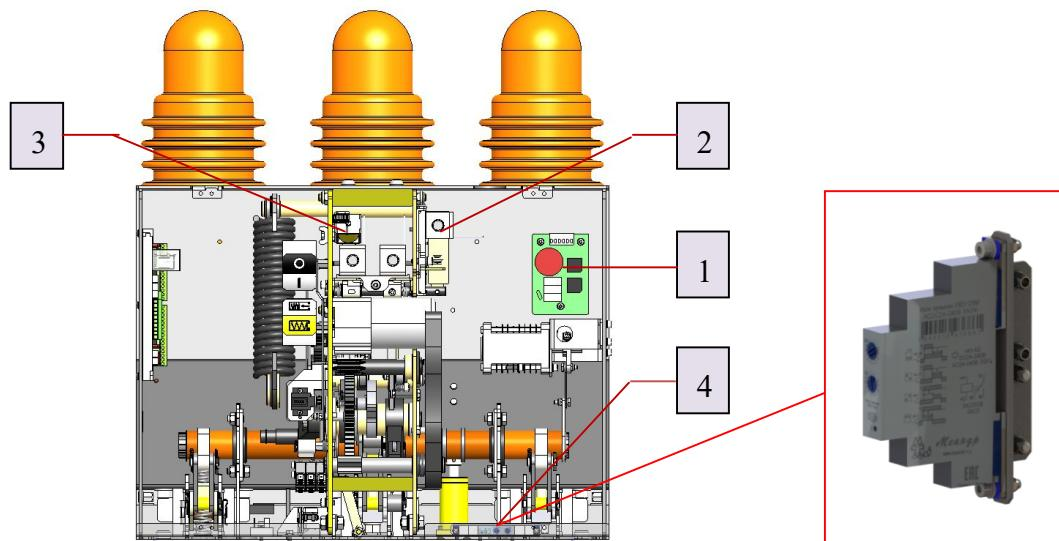

Рис. 10 Выключатель с опцией минимальный расцепитель напряжения:
Опционально в выключатель устанавливается минимальный расцепитель напряжения (рис. 10). Минимальный расцепитель состоит из платы управления (1), электромагнита отключения (2) и электромагнита блокировки включения с микропереключателем (3).